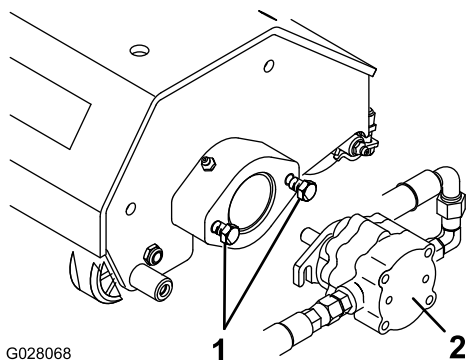

Figura 8
A. Allentate le viti di montaggio e le rondelle del motore del cilindro su ciascuna unità tri-roller. Lasciate sporgere circa 1 cm di filetto delle viti di montaggio (Figura 8).